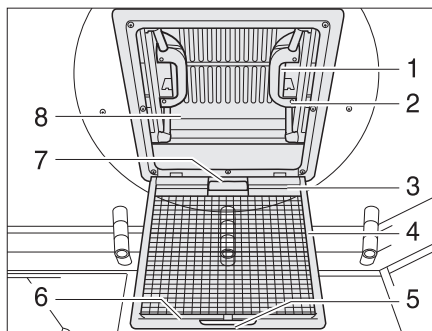

Fig. 84 Claraboya con cierre de resorte
- Tirar del tirador (Fig. 84,5).
- Plegar hacia abajo la protección contra insectos (Fig. 84,4).
- Presionar el cierre de resorte (Fig. 84,1) hacia el lado interior de la claraboya (Fig. 84,8). Presionar simultáneamente hacia arriba la claraboya con el tirador (Fig. 84,2).
- Plegar hacia arriba la protección contra insectos (Fig. 84,4) hasta que engatille.
- Tirar la claraboya (Fig. 84,8) enérgicamente hacia abajo por los dos tiradores (Fig. 84,2), hasta que los dos cierres de resorte (Fig. 84,1) engatillen.
- Tirar de la persiana oscurecedora enrollable por el asidero (Fig. 84,7) y enganchar el listón de enganche (Fig. 84,3) en el listón de soporte (Fig. 84,6) en la protección contra insectos.
- Soltar el listón de enganche (Fig. 84,3) del listón de soporte (Fig. 84,6) y regresar lentamente la persiana oscurecedora enrollable.